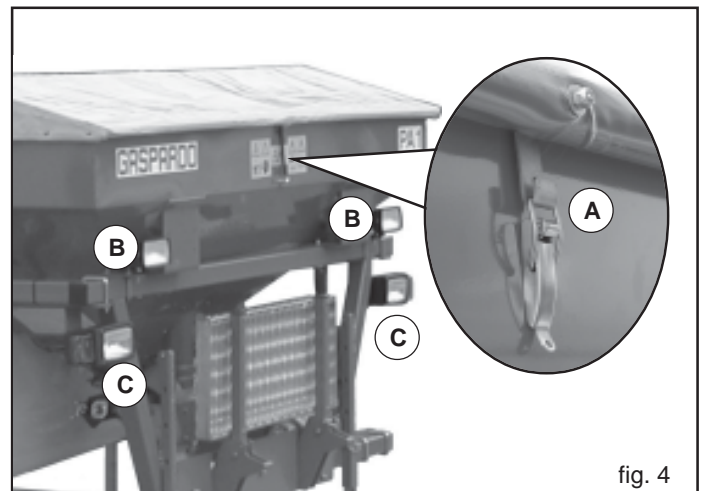

fig. 4
- 7) Beim Transport auf der Straße müssen die Behälter und Trichter leer sein. Höchstgeschwindigkeit 25 km/h. Immer die Tankabdeckung mit Haubenverschluss sichern (A, Abb.4) Regelmäßig den Haubenverschluss auf Alterung überprüfen und bei Bedarf austauschen!
- 10) Wenn die geschleppten oder an dem Schlepper angebrachten Ausrüstungen und Geräte die Sichtbarkeit der Signalisierungs- und Beleuchtungsvorrichtungen des Schleppers verdecken, müssen diese Vorrichtungen auch an den Ausrüstungen angebracht werden, wobei die Vorschriften der im jeweiligen Anwendungsland geltenden Straßenverkehrsordnung zu beachten sind. Beim Gebrauch ist zu kontrollieren, daß die Anlange einwandfrei funktioniert. Befahren öffentlicherer Strassen nur mit ausgeschalteten Arbeitsscheinwerfern (B, Abb. 4). Abblendlicht (C, Abb.4) nur unter Beachtung örtlicher Bestimmungen einstellen und benutzen.